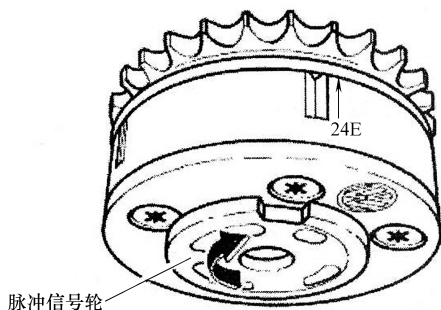

图 1-12 转动脉冲信号轮
6) 安装进气凸轮轴调整装置, 此时应将凸轮轴调整装置中的脉冲信号轮转到极限位置并固定住, 如图 1-12 所示。